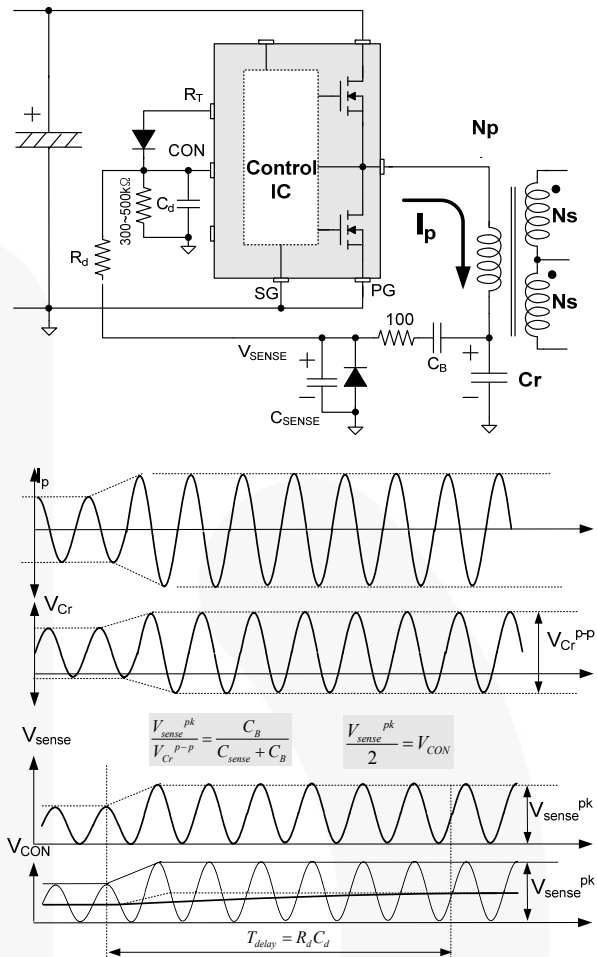

图 26. 使用谐振电容电压的电流感测
为最大程度地减小功耗，通常将电容分压器用于电容电压感测，如图 26. 所示。
6.5 过载保护 (OLP)：过载定义为因意外异常事件导致超过其正常电平的负载电流。在这种情况下，应触发保护电路以保护电源。但是，即使电源处于正常状况，在负载变化期间也可能发生过载情况。为避免提前触发保护，过载保护电路应设计为仅在一定时间后触发，以确定这是瞬态情况还是真正的过载情况。图 26. 显示典型过载保护电路。通过感测控制引脚上的谐振电容电压，可实施过载保护。通过使用 RC 时间常量，也可引入关断延迟。在控制引脚上获得的电压由下式给出：